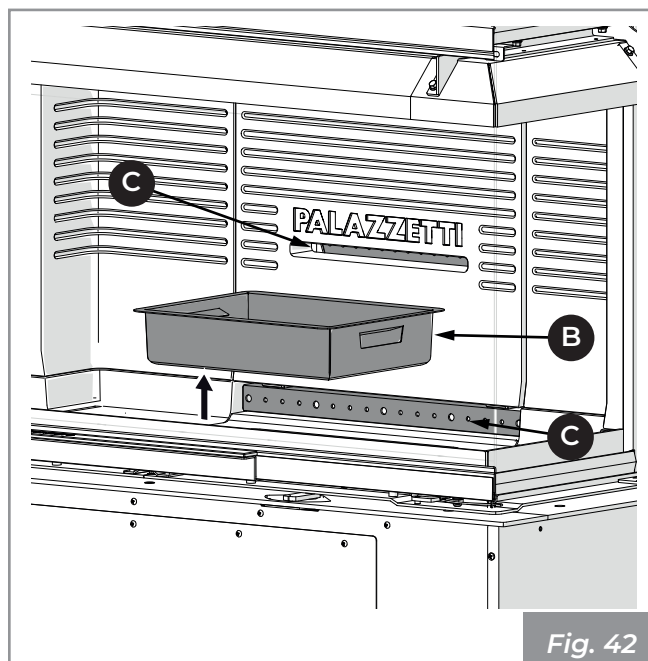

Fig. 42
- 2) Estrarre il cassetto cenere (B) dal basamento ed aspirare l'eventuale cenere depositata nei vani sottostanti (**Fig. 42**).
- 3) Aspirare i fori anteriori e posteriori (C) del distributore aria comburente al fine di evitare eventuali accumuli di cenere (**Fig. 42**).